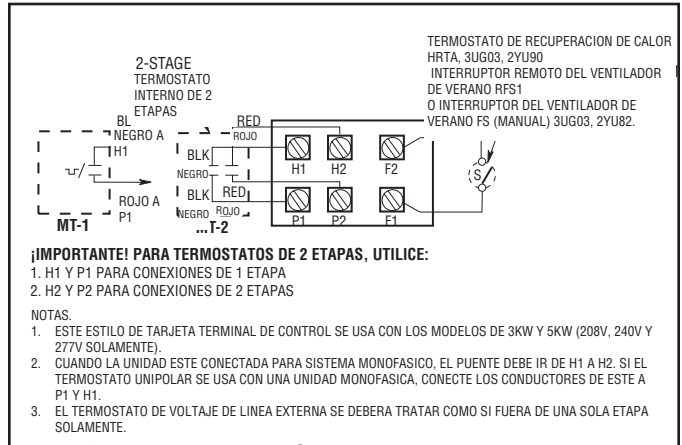
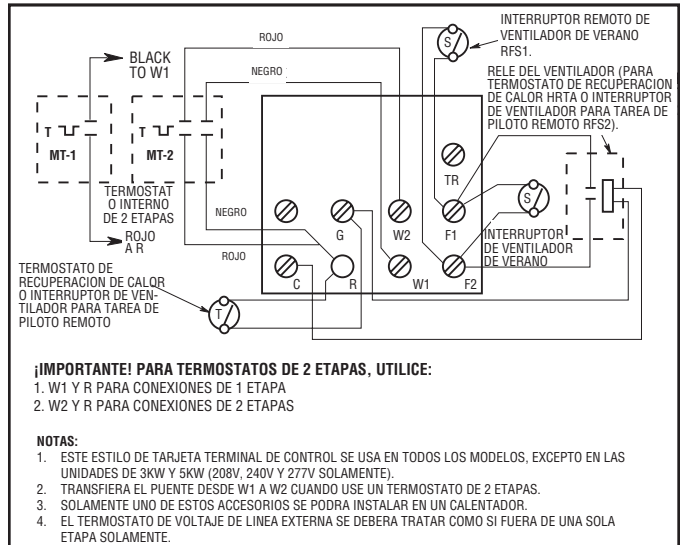

Figura 6. Tarjeta Terminal de Control (para calentadores sin contactores)
Figura 7. Tarjeta Terminal de Control para RFS1 y RFS2 (Para calentadores con contactores)
5. Use como referencia el diagrama del cableado, Figura 6, para conocer la conexión de los cables en los modelos de 3KW y 5KW (208V, 240V y 277V solamente). Use como referencia el diagrama del cableado, Figura 7, para conocer la conexión de cables en los otros calentadores.
3. Instale los conductores correspondientes al bloque terminal. Use como referencia el diagrama del cableado, Figura 6, para conocer el procedimiento de conexión de cables en las unidades de 3KW y 5KW (208V, 240V y 277V solamente). Use como referencia el diagrama del cableado, Figura 7, para conocer la conexión de cables en los otros calentadores.
4. Se provee una pieza desmontable de 1/2 pulg. (12,7mm) en la parte trasera del calentador, adyacente a la tarjeta terminal de control. Use un terminal plegable adaptable a un trillo No. 8 en la tarjeta terminal de control. Conecte un conductor terminado con cable de campo al terminal F1 y el otro conductor de cable de campo al terminal F2. Refiera a la Figura 6 para conectar calentadores sin contactores integrados. Refiera a la figura 7 para conectar calentadores con contactores integrados.
4. Se provee una pieza desmontable de 1/2 pulg. (12,7mm) en la parte trasera del calentador, adyacente a la tarjeta terminal de control. Use un terminal plegable adaptable a un tornillo No. 8 en la tarjeta terminal de control. Conecte un conductor terminado con cable de campo al terminal "R" y el otro conductor de cable de campo terminado al terminal "G." Use la Figura 7 como referencia.
2. Conecte los cables conductores desde el relé a la tarjeta terminal de control, como se muestra en la Figura 7. Cada cable conductor está marcado para colocarlo en la conexión terminal apropiada; conecte los cables conductores como está indicado.
(Para hacer la instalación en calentadores con circuitos de control de 24 voltios, use la Figura 7 como referencia y proceda con el paso 1. Si usa calentadores con control de voltaje de línea, use la Figura 6 como referencia y proceda con el paso 3.)
2. Conecte los cables conductores desde el relé a la tarjeta terminal de control, como se muestra en la Figura 7. Cada cable conductor está marcado para conectarlo al terminal apropiado; conecte los cables conductores como está indicado.